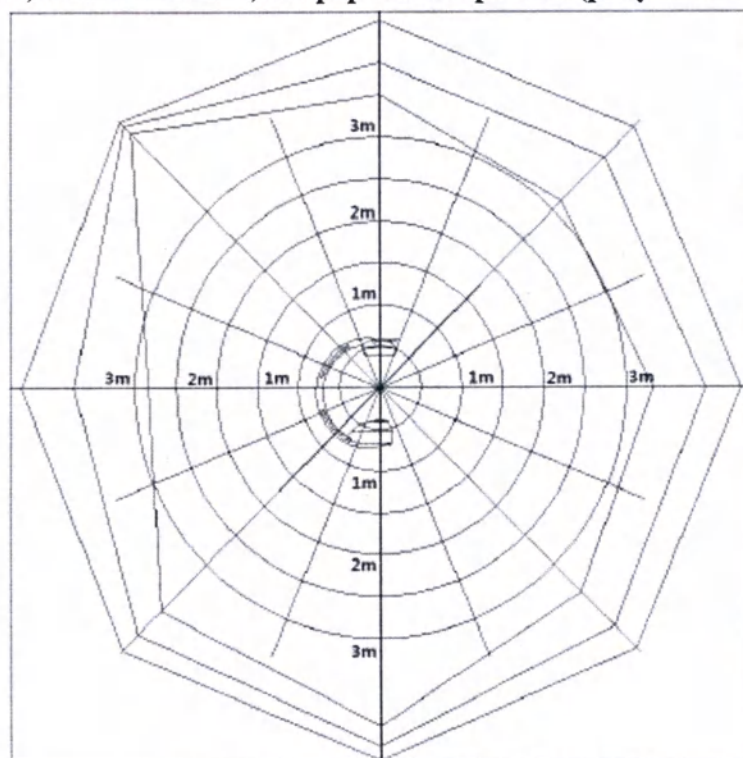

Рисунок 14.3.9
7.3.9 Карта кермы ИСО для рентгеновского луча в вертикальном направлении на большом фокусе 1,5м 120 кВ 8 мА, непрерывный режим (рисунок 14.3.9)